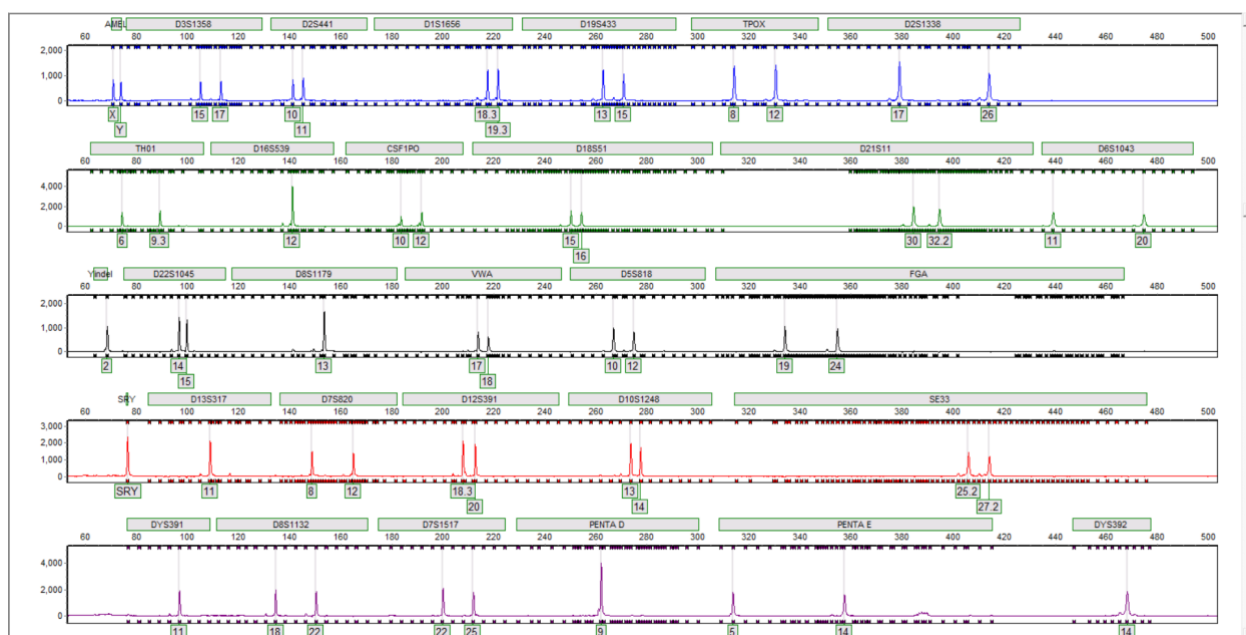

Рисунок 25
2. В верхнем меню, используя клавишу «Show Dye», поочередно выбрать канал «Blue», «Green», «Yellow», «Red», «Purple», убедиться, что всем пикам ПКО присвоено верное значение аллельного состояния (см. таблицу 1, рисунок 25).